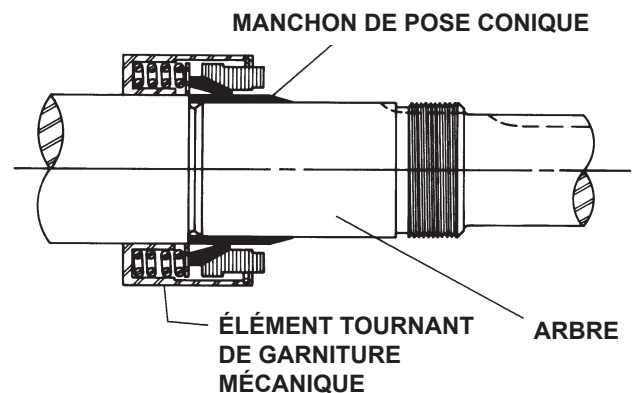

FIGURE 5
2. Placer le manchon de pose conique sur l'arbre. Enduire le manchon conique et l'intérieur de l'élément tournant d'une généreuse quantité d'huile légère. L'emploi de graisse est déconseillé. Engager l'élément tournant sur l'arbre et sur le manchon conique. Voir Figure 5.